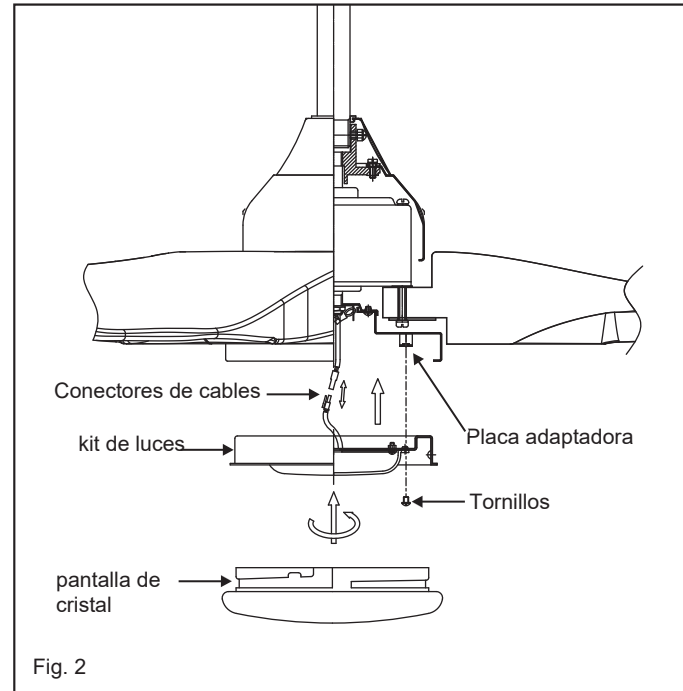

Fig. 2
- 3 Retire uno de los tres tornillos de la placa adaptadora ubicada en el motor del ventilador. Afloje los otros 2 tornillos. (No quitar) (Fig. 2)
- 4 Mientras sostiene el kit de luces LED debajo de su ventilador, realice las conexiones del enchufe polarizado: (Fig. 2)